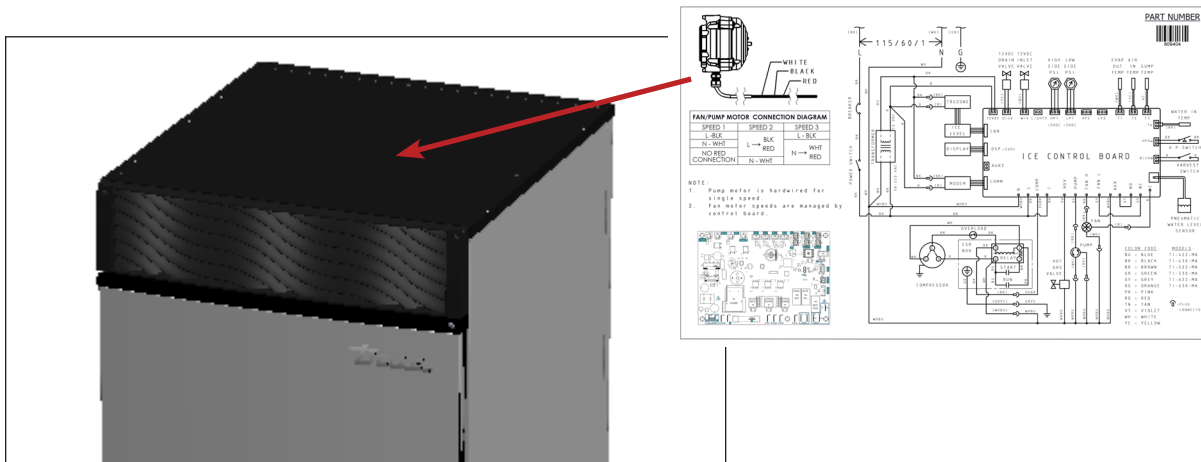

Fig. 1 Lo schema di cablaggio è ubicato sotto il pannello superiore.
- Vedere lo schema di cablaggio sotto il pannello superiore come mostrato nella fig. 1. Per accedere, vedere "Rimozione del pannello" (pag. 28).